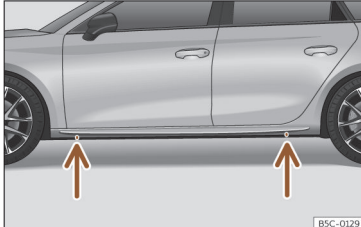

Fig. 42 Puncte de amplasare a cricului.
- Localizați punctul de sprijin de pe traversă (zona adâncită) cel mai apropiat de roata ce urmează a fi înlocuită >>> fig. 42.